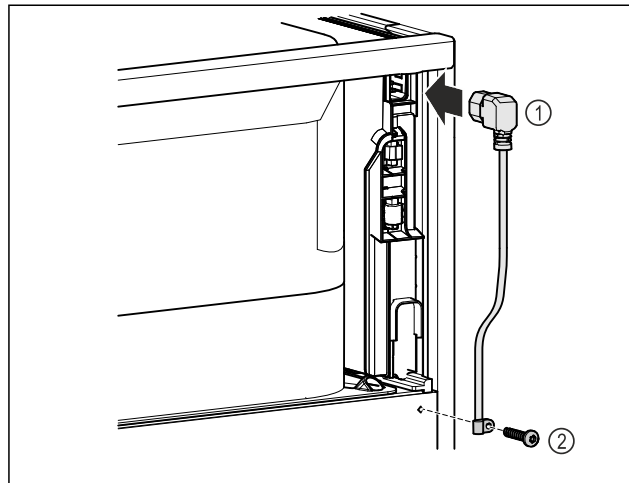

Fig. 13
- ▶ Включете буксата за свързване на уреди с ниска мощност на захранващия кабел Fig. 13 (1) от задната страна на уреда.
- ▶ Монтирате кабелната муфа Fig. 13 (2)